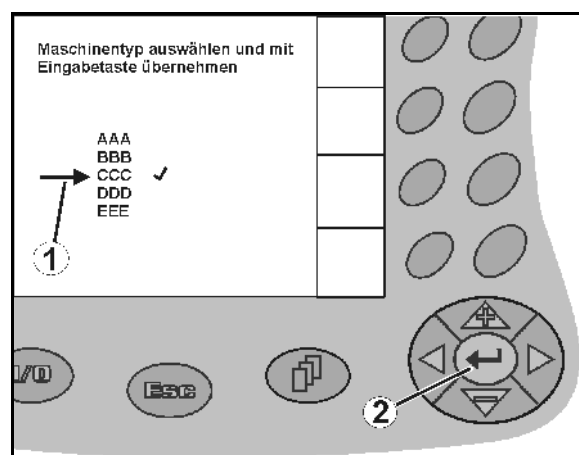

Fig. 13
- Valgpilen (Fig. 13/1) positioneres med  og .
-  Udvalget overtages (Fig. 13/2).